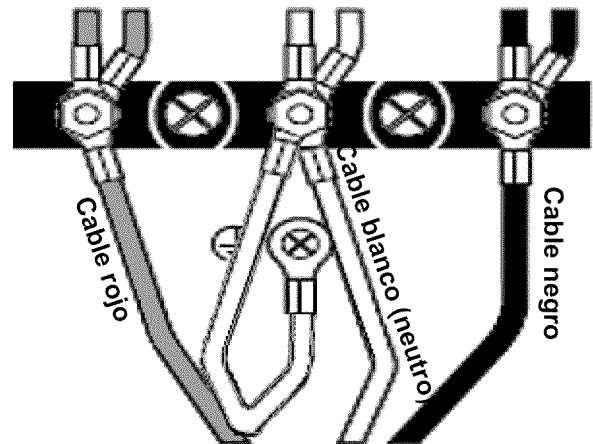

Figura 14: 3-Wire Connection
- Fije el cable neutro de tierra del circuito de alimentación al contacto central (color plata) de la caja de conexiones (vea la Figura 14).